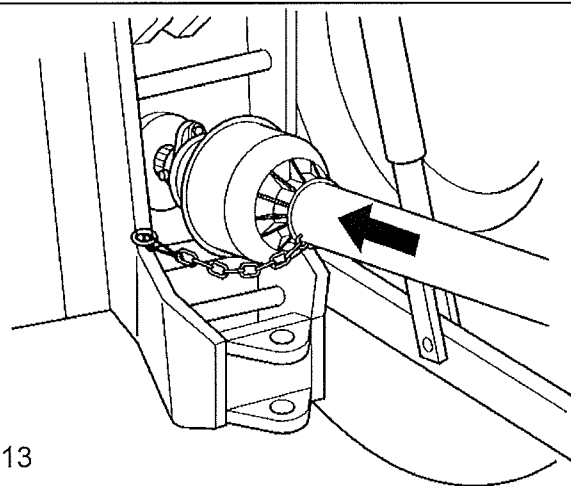

fig.13
- 5) Koppla till kardanaxeln och säkerställ att den är ordentligt fastlåst på kraftuttaget (fig.13). Kontrollera att skyddet roterar fritt och fäst det med den tillhörande kedjan.